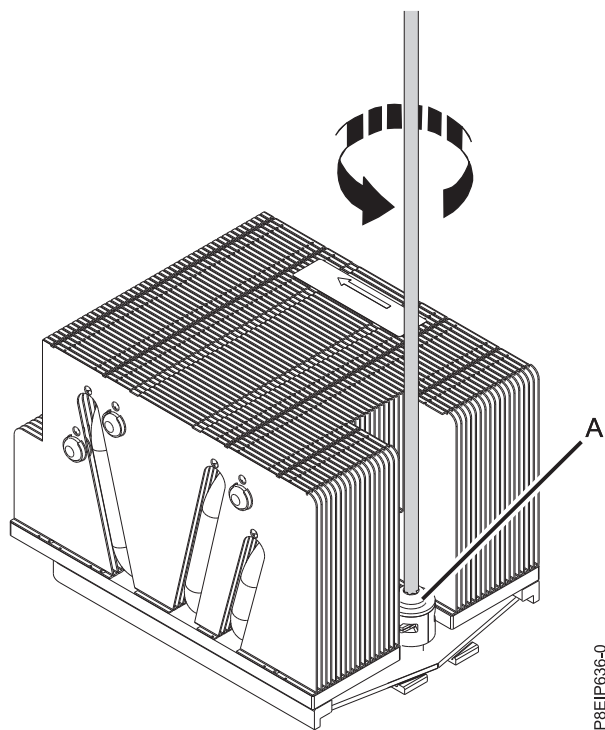

Figure 77. Desserrage de la vis du bras de chargement du dissipateur thermique
4. Desserrez la vis du bras de chargement (A) du dissipateur thermique du processeur système que vous retirez à l'aide d'un tournevis Phillips n°3, comme indiqué dans la figure 77, à la page 67.